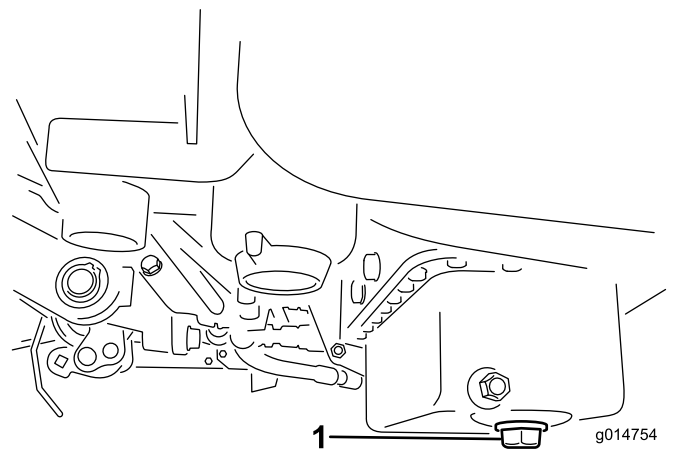

Bild 32
1. Entfernen Sie die Ablassschraube und lassen das Öl in eine Auffangwanne ab. Schrauben Sie die Ablassschraube wieder ein, nachdem das Öl abgelassen ist (Bild 32).